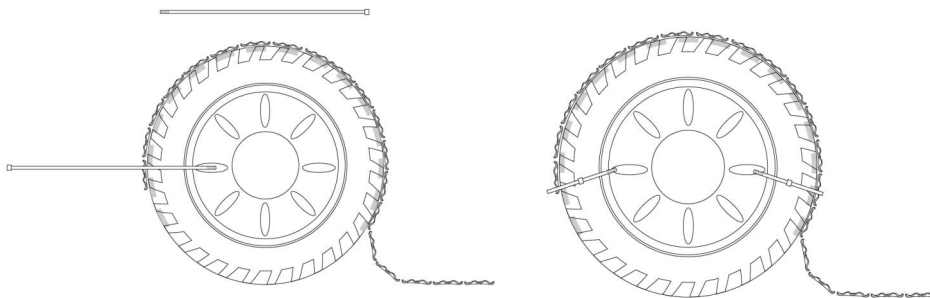

Fig. 3
3. Blockieren Sie die erste und die letzte freie Kachel am Reifen mit dem Kunststoffband (H), so dass der Rest der Kette am Gelände frei ist (Fig.3).